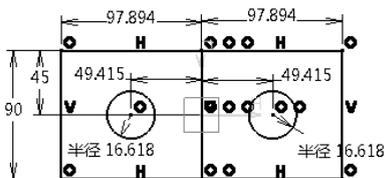

图 5-105
- 对称线：该文本框用于确定对称图形的对称轴。如图 5-105 所示的图形是选择了水平和垂直的轴线作为对称轴，并采用“链式”模式情况下的自动约束。